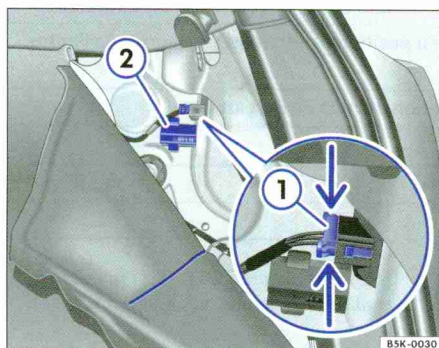

Fig. 206 Sur les côtés du coffre à bagages : dépose du bloc de feux arrière. ① Débranchez la fiche de raccordement, ② vis de fixation.
3. Passez la main dans l'ouverture du revêtement latéral du coffre à bagages (fente ⇒ fig. 206) et tirez le revêtement vers l'avant.
4. Comprimez le verrouillage de la fiche de raccordement ① dans le sens de la flèche puis débranchez la fiche de raccordement.
5. Dévissez manuellement la vis de fixation ②.
12. Maintenez d'une main le bloc des feux arrière en position de montage puis serrez de l'autre main la vis de fixation ⇒ page 339, fig. 206 ②.
14. Rebranchez la fiche ① sur le porte-ampoule.